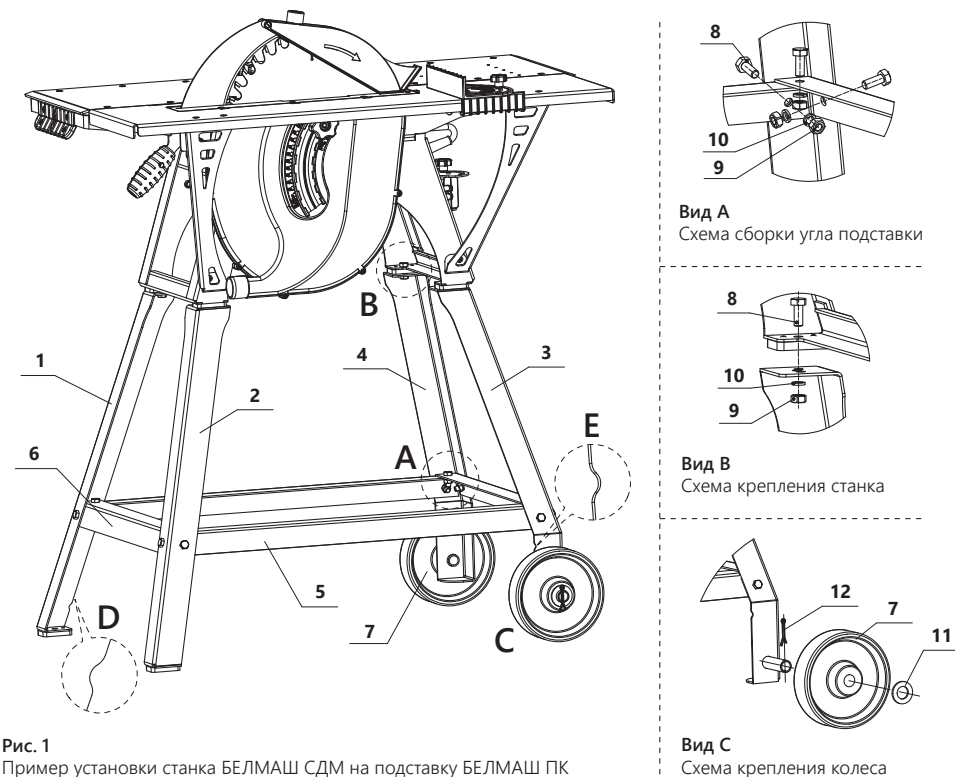

Рис. 1
- нижней каркасной конструкции БЕЛМАШ ПК с возможностью установки и жёсткого крепления на ней деревообрабатывающих станков (рис. 1);